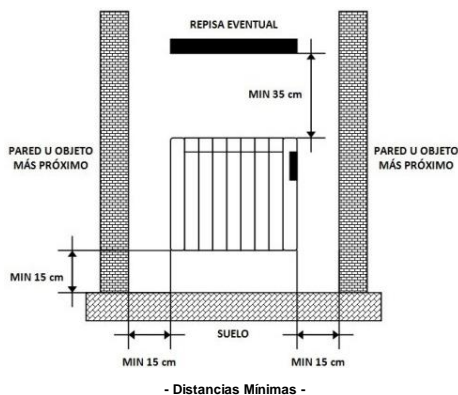

Fig.1
- El radiador debe estar alejado, a una distancia mínima de 15 cm, de cualquier material combustible, cortinas, muebles, sillones, etc. (Fig. 1).